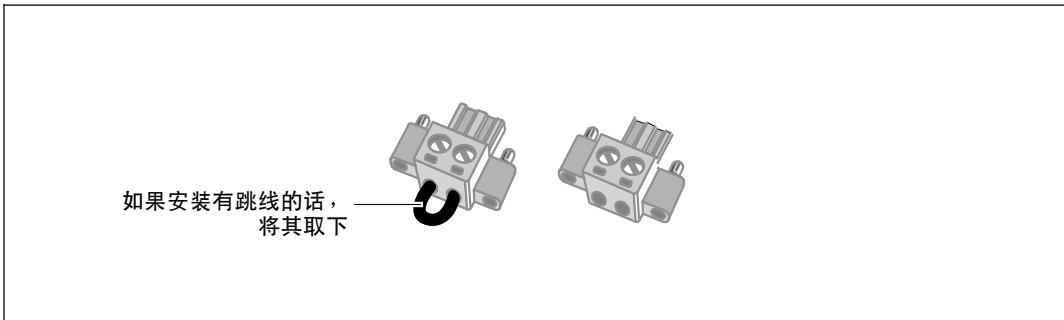

图 16. REPO 连接器
**注意：** 确认 REPO 连接器中没有安装跳线。如果安装了跳线，在连接到 REPO 端口上之前，取下跳线。参见图 16。